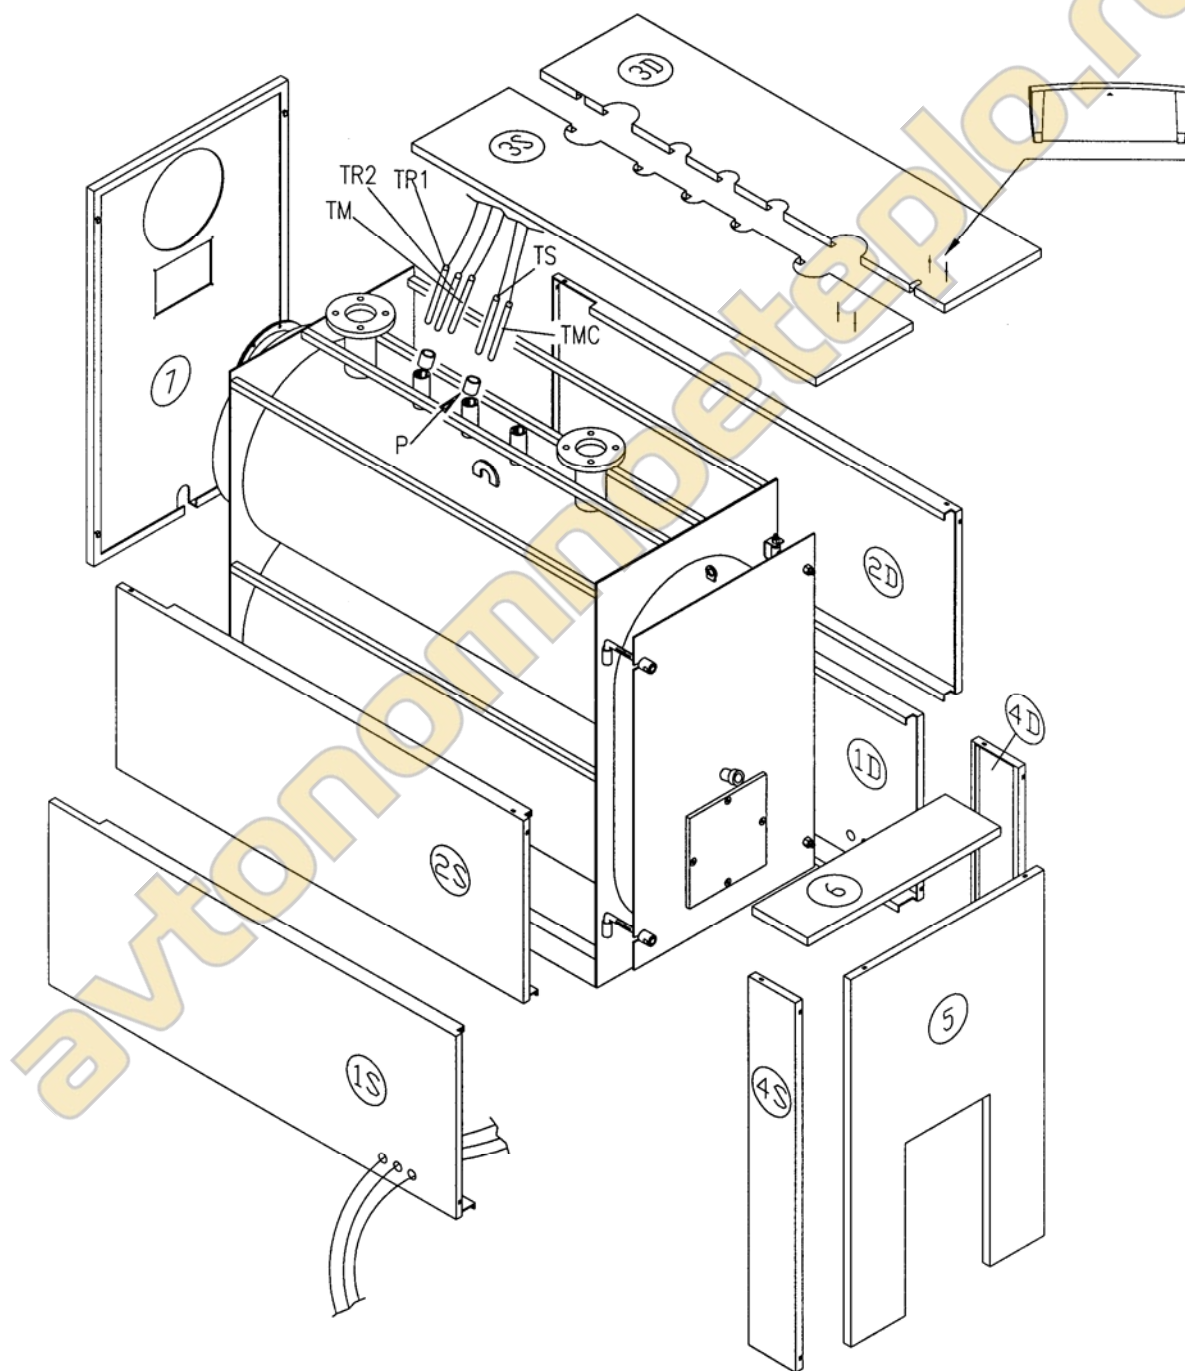

Рис. 11
4.5 ОБШИВКА КОТЛА STR (Рис. 11)
- d) Установить верхнюю панель (3S) на котел; закрепить панель управления на панели (3S); размотать капилляры термостатов и термометра и вставить колбы в зумпфы (P).
- f) Установить панели (4S) и (4D), прикрепив их к боковым панелям при помощи скоб; установить переднюю панель (5), прикрепив ее к панелям (4S) и (4D). Закрыть обшивку дверцы, прикрепив верхнюю панель (6).
- g) Установить заднюю панель (7), прикрепив к боковым панелям при помощи скоб.